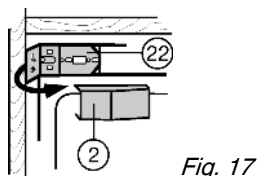

Fig. 17
- ▶ Zijgedeelte van de bevestigingshoek *Fig. 17 (22)* inklappen.
- ▶ Afdekking *Fig. 17 (2)* weer aanbrengen.
- ▶ Alle gaten met stoppen *Fig. 17 (30,5)* sluiten.